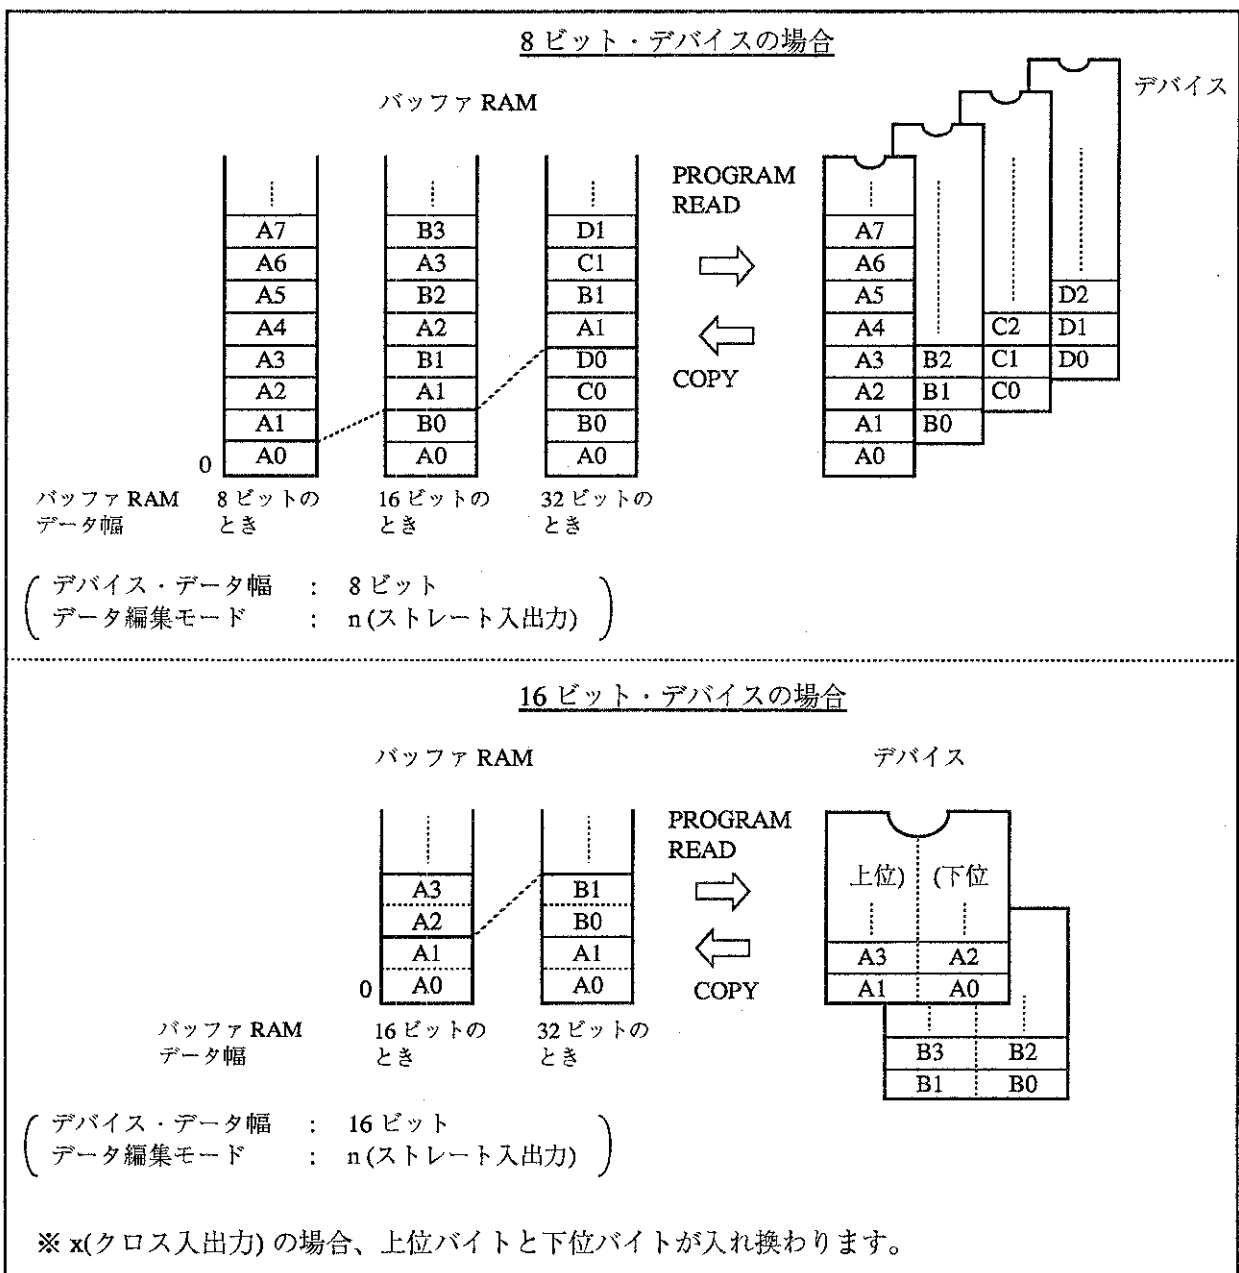

図 6-2 デバイス・データ幅とポジション・ライン
- バッファ RAM データ幅、デバイス・データ幅とポジション・ラインの関係を [図 6-2] に示します (バッファ RAM データ幅が 64 ビットのときも同等です)。